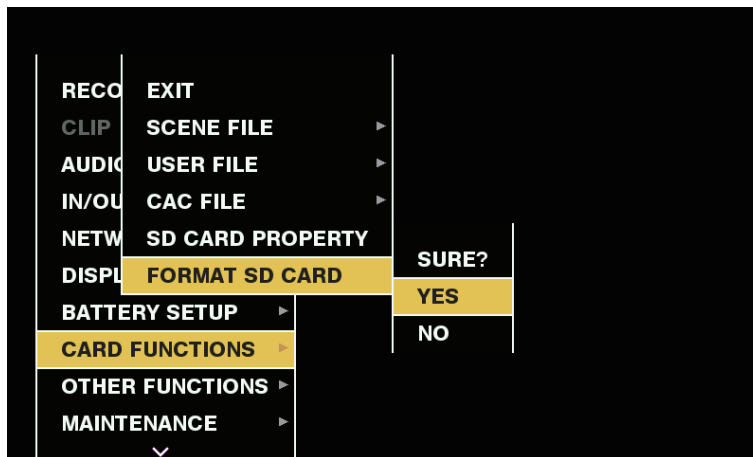

図 1
- 2 確認画面で [YES] を選択し、〈SET〉ボタン (またはジョグダイヤルボタン) を押す。(図 1)